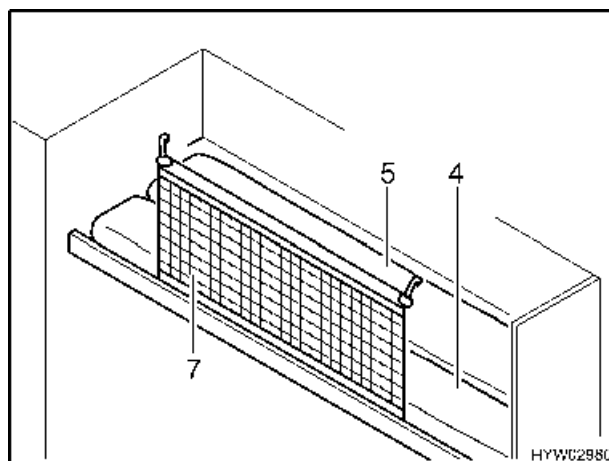

Fig. 35 Dopo la trasformazione
- Agganciare la rete protettiva (Fig. 35,7), quando viene usato il letto ribaltabile.
- Posizionare il cuscino anteriore (Fig. 35,4) sul cuscino posteriore (Fig. 35,5).